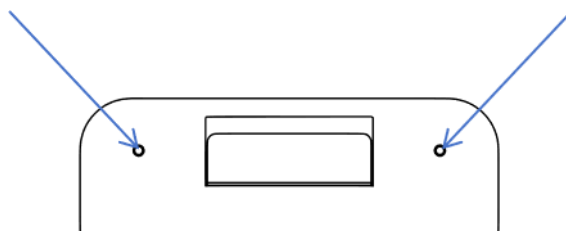

Figura 4.1
(1) Mida con la cinta métrica y marque con el rotulador a una altura de 0.8 ~ 1.2 m del suelo (si el terreno es bajo, la altura se puede aumentar adecuadamente). Coloque el cartón de perforación horizontalmente encima de la marca.
(2) Marque los 4 agujeros de fijación del cartón de perforación en la pared con el rotulador y taladre hasta una profundidad de 35 mm con el taladro eléctrico.
(3) Introduzca 4 casquillos de expansión en los agujeros taladrados y fije la placa metálica posterior con 2 tornillos de expansión, como se muestra en la **Figura 4.1**.